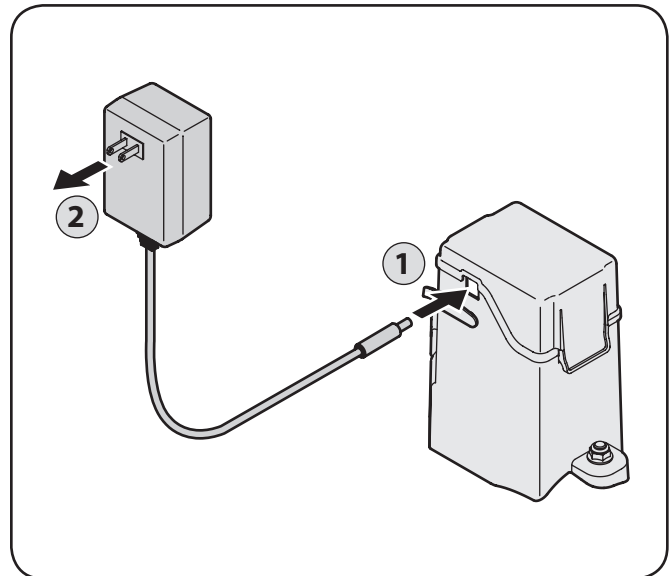

Figure 7-4
1. Desbaratar junta de la tapa , enchufe el cargador de la batería dentro del orificio en la parte inferior del alojamiento de la batería, Figure 7-4.